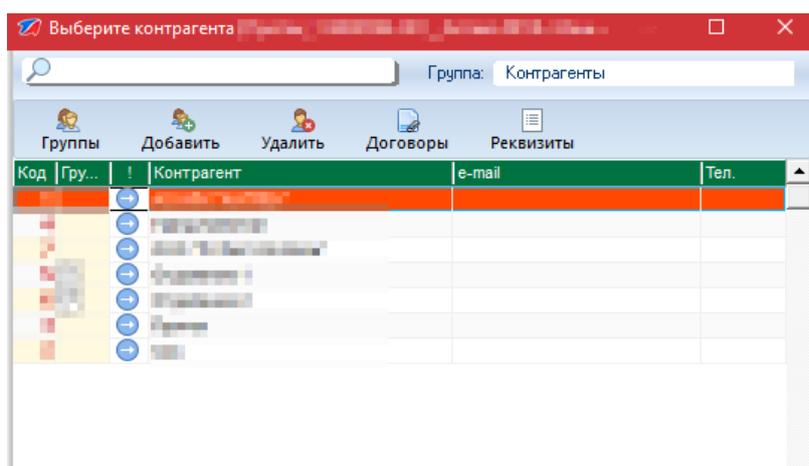

Рис. 7. Выбор поставщика при загрузке электронной накладной
2. В появившемся окне **«Справочник контрагентов»** см. рис.7 выберите нужного поставщика.